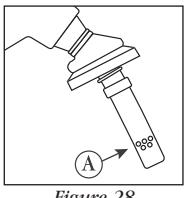

Figure 28
- ✓ Replace spout if tip is worn. Do not cut off spout tip. This will lead to nuisance shut offs, or non-shut off, which could lead to a hazardous spill and/or injury or death. (*See item A in Figure 28*)
- ✓ Remplacez le bec s'il est usé. Ne pas couper le bout du bec. Ceci conduira aux interruptions, ou non-interruptions, qui pourraient causer une fuite dangereuse et/ou blessure, même la mort. (*Voir item A Fig. 28*)